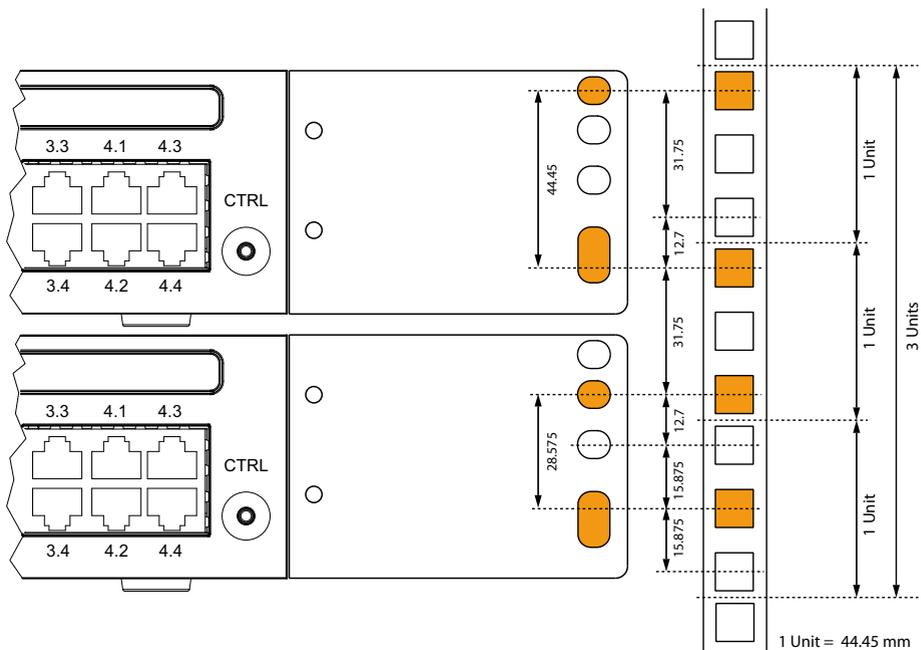

Fig. 16 Posizionamento di 2 server di comunicazione sovrapposti in un rack da 19 pollici
- I fori nelle piastre di montaggio consentono il posizionamento di 2 server di comunicazione direttamente sovrapposti con un ingombro di 3 unità. A tale scopo vengono utilizzati diversi fori delle piastre di montaggio (vedi Fig. 16).
8. Serrare i dadi a gabbia nei punti adeguati sulle guide di fissaggio del rack (vedi Fig. 16).